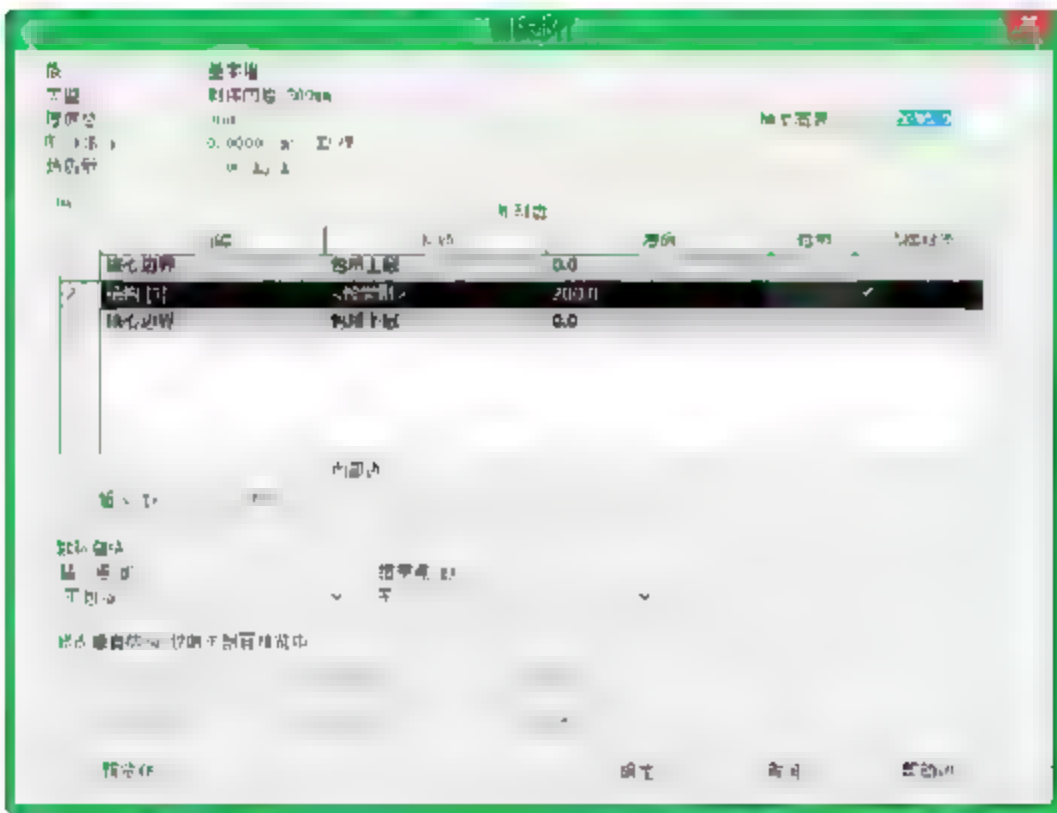
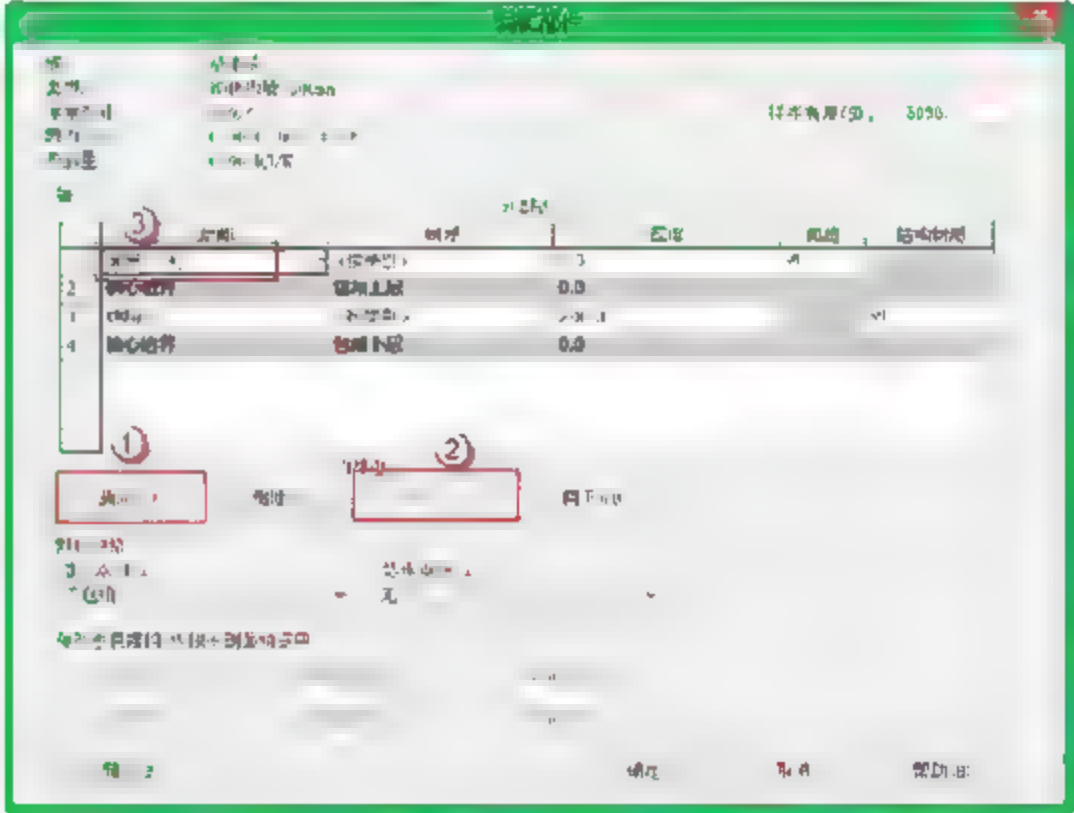

图 10.2.23 “编辑部件”对话框
图 10.2.24 添加“面层 1 [4]”功能
(3) 添加“面层 1 [4]”功能。单击“属性类型”对话框下“结构”参数后的“编辑”按钮，弹出“编辑部件”对话框，如图 10.2.23 所示。单击“插入”→“向上”按钮，在“功能”参数下将“结构[1]”改为“面层 1 [4]”，如图 10.2.24 所示。